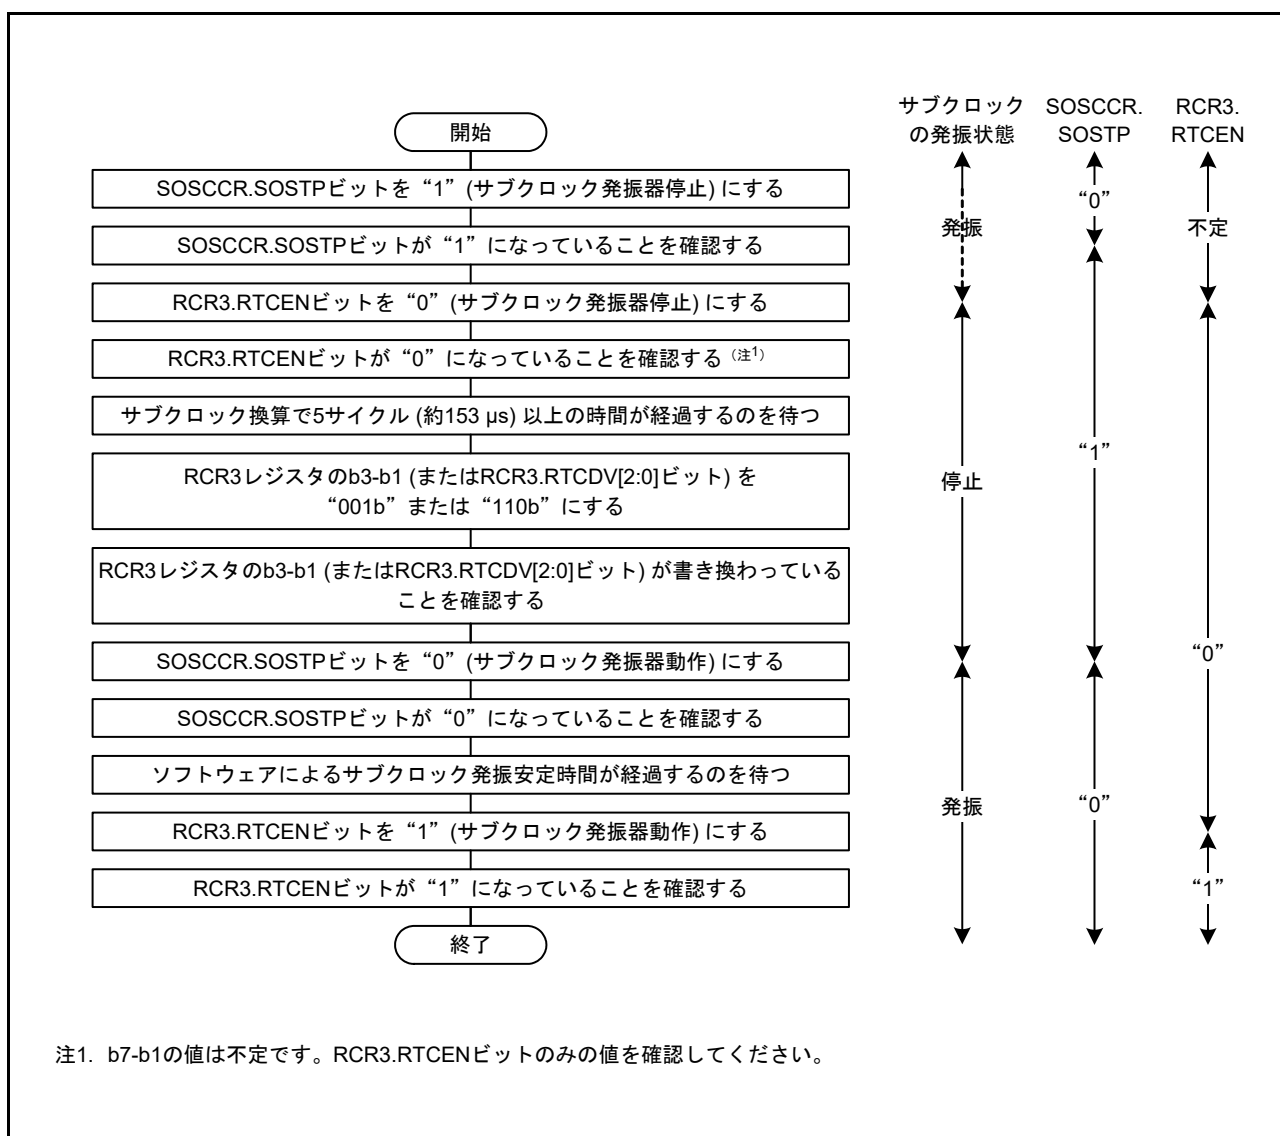

図 9.12 サブクロックをリアルタイムクロックのカウンタソースに使用する場合の初期化フローチャート例
- サブクロックをシステムクロックとして使用し、かつリアルタイムクロックのカウントソースとして使用する場合は、図 9.12 のフローチャートの例に従って初期設定してください。その後、「28.3.2 クロックとカウントモード設定手順」に記載されたクロック設定手順に従って設定してください。